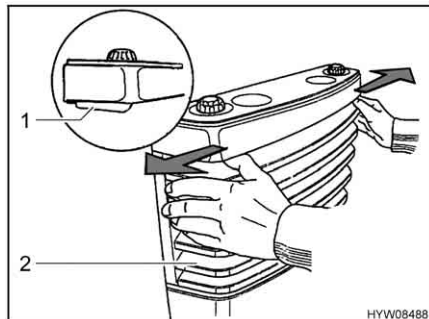

Fig. 146 Retirer habillage du chauffage
- Enlever l'habillage du chauffage (Fig. 146,2). Presser pour ce faire simultanément les deux leviers de fermeture (Fig. 146,1) vers l'extérieur et rabattre l'habillage vers l'avant.